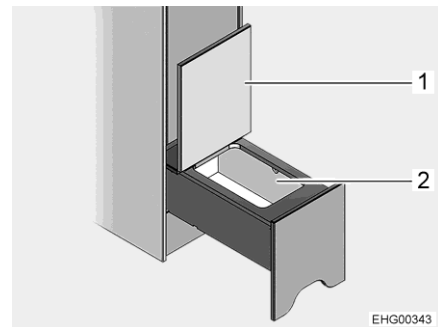

Bild 96 Förvaringsfack
- Fäll upp luckan (Bild 96,1). Förvaringsfacket (Bild 96,2) är tillgängligt.